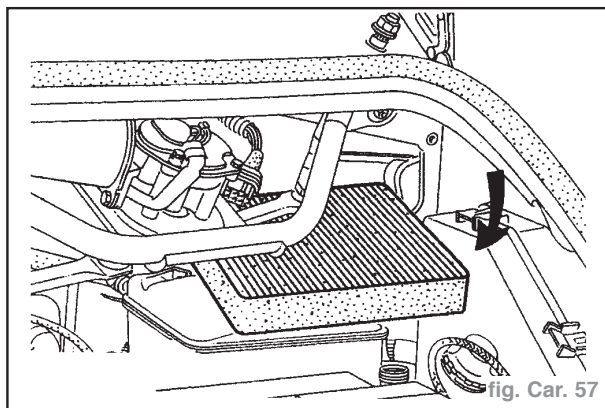

fig. Car. 57
- Engager la nouvelle cartouche filtrante, languette du côté extérieur, et en l'accrochant dans son logement oblique (fig. Car. 57).